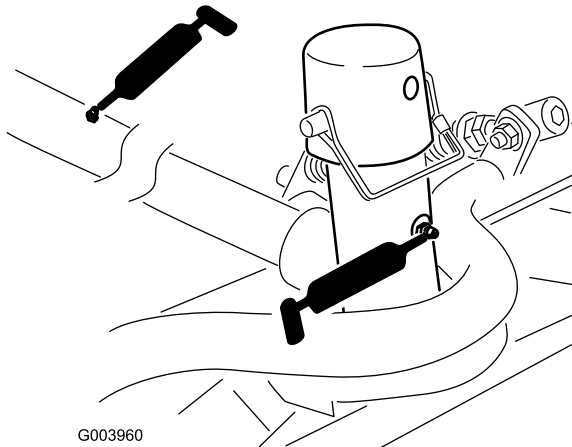

Figura 45
- Bastidor de tiro y pivote de la unidad de corte (2 en cada) (Figura 45).